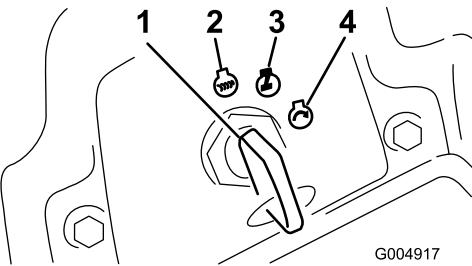

Figura 19
6. Girate la chiave di accensione in senso orario, in posizione di marcia (Figura 19).
- Girate la chiave di accensione in posizione Off (Figura 19). Attendete che tutte le parti in movimento si siano fermate, prima di lasciare il posto di guida.